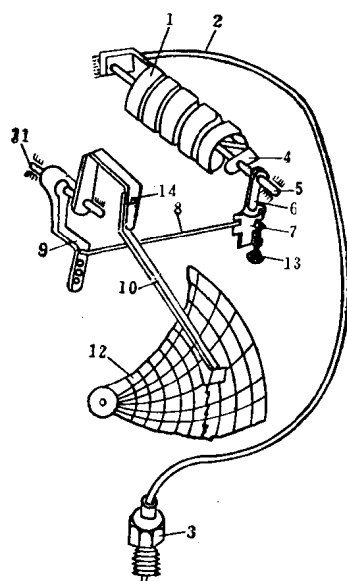

图10-1-5 螺旋弹簧压力表传动机构
(1) 故障处理列于表 10-1-7 和表 10-1-8 (参见图 10-1-5)。
刻度调整要点(见图 10-1-5):